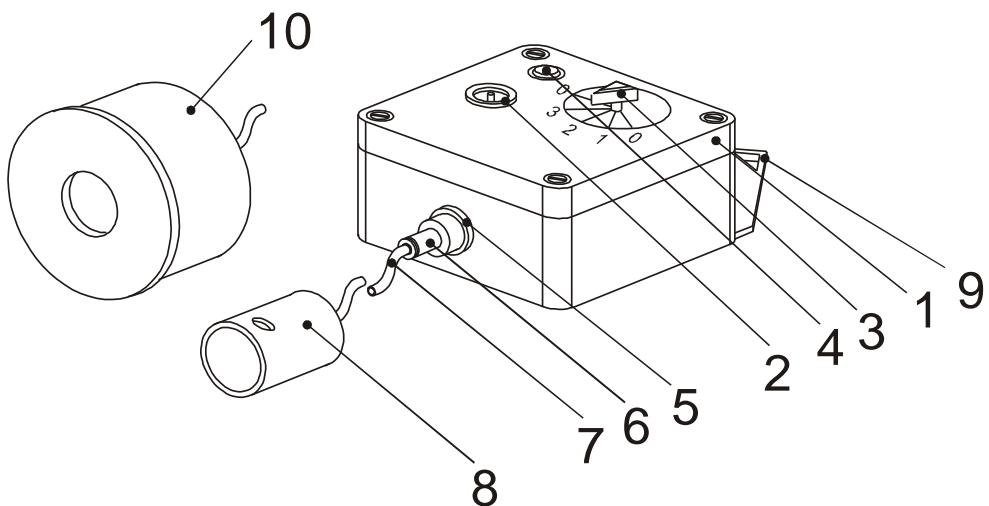

Рис. 1. Внешний вид генератора
1.4.1. Внешний вид генератора показан на рис. 1. На верхней крышке корпуса генератора **1** расположены разъем ЗАРЯДКА **2**, переключатель режимов работы **3**, светодиод включения и состояния блока аккумуляторов **4**. На передней панели корпуса расположены гайка **5**, закрепляющая фитинг **6** для присоединения фторопластовой трубы **7**. Градуировочная насадка **8** предназначена для подачи смеси на вход прове-ряемого прибора. Для переноски генератора на задней панели установлен крепежный элемент **9**. Фильтр-поглотитель **10** служит для поглощения хлора из смеси во время выхода генератора на режим и между использованием.
2.1.2. Перед использованием полностью зарядите блок аккумуляторов: переведите переключатель 3 режимов работы в положение 0 (выкл), выходной разъем зарядного устройства вставьте в разъем ЗАРЯДКА 2 (см. рис. 1). Подключите зарядное устройство к сети переменного тока 220 В, 50 Гц. Время первой зарядки составляет не менее 8 часов.
2.2.1. Поместите генератор в вытяжной шкаф или соедините фторопластовую трубку 7 с фильтром – поглотителем 10 (см. рис. 1).